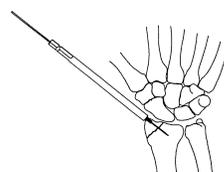

図3
- コーテックスドリルにて、刺入部の皮質を開窓します。(図3)